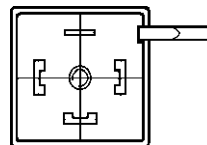

Bild 2: Drehen der Anschlußplatte
- Unterfassen Sie die Anschlußplatte vorsichtig mit der Schraubendreherklinge und hebeln Sie sie aus (Bild 2).